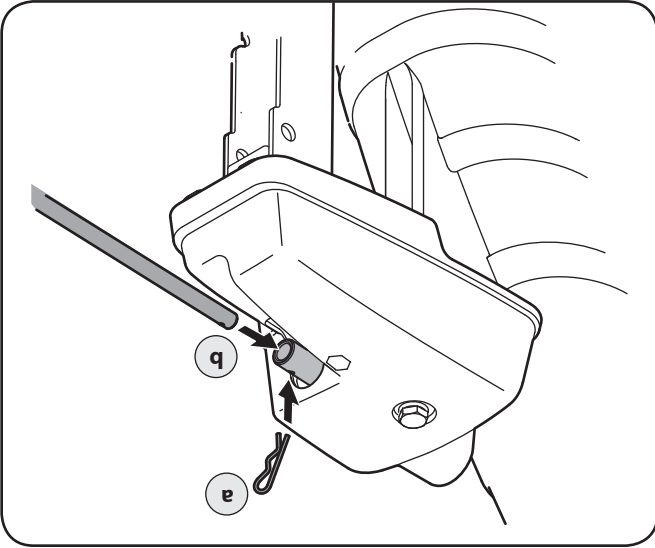

Fig. 3-7
- Retirez la goupille fendue et insérez la manivelle de commande de la goulotte dans le raccord sur l'ensemble de la commande de la goulotte. Voir la Fig. 3-7.